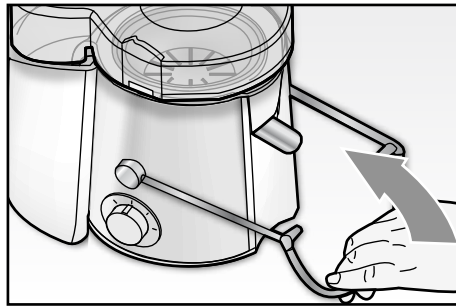

Fig. 6
- Sollevare verso l'alto la barra di bloccaggio (E) e fissarla sopra il coperchio (I), premendola fino ad udire uno scatto nei fermi posti a sinistra e a destra sul coperchio stesso (Fig. 6).